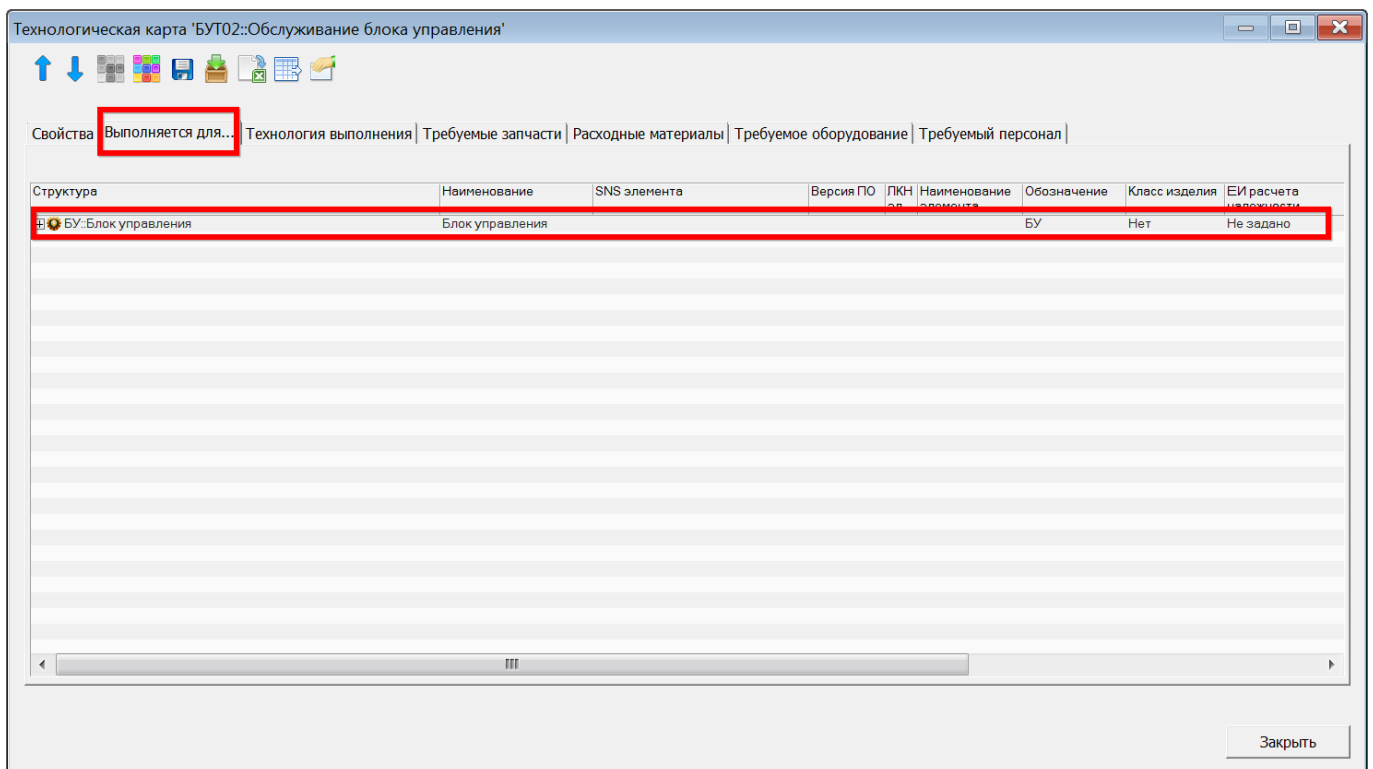

Рис. 12-103 – Компонент, для которого выполняется ТК, на вкладке «Выполняется для...» окна «Технологическая карта»
1) Наличие связи ТК с обслуживаемым компонентом. Обслуживаемый компонент должен быть указан на вкладке «Выполняется для...» в окне «Технологическая карта» (рис. 12-103).